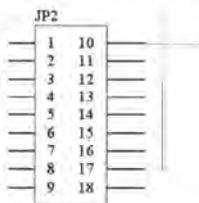

图 3-76 开始总线绘制
- [1] 执行【Place】/【Bus】命令，或者，单击【Wiring】工具栏中的绘制总线图标, 光标变为“十”字形状，移动光标到欲放置总线的起点位置，单击鼠标左键，确定总线的起点，然后拖动光标绘制总线，如图 3-76 所示。